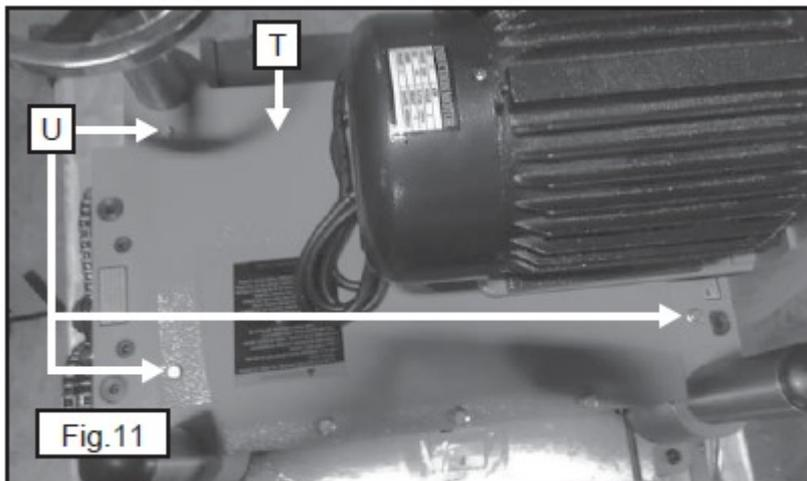

Рис. 11
1. Ключом на 10 мм закрепить верхнюю крышку (Т), рис. 11, на головке рейсмусового станка с помощью трёх винтов с буртиком с шестигранной головкой в трёх местах (U).